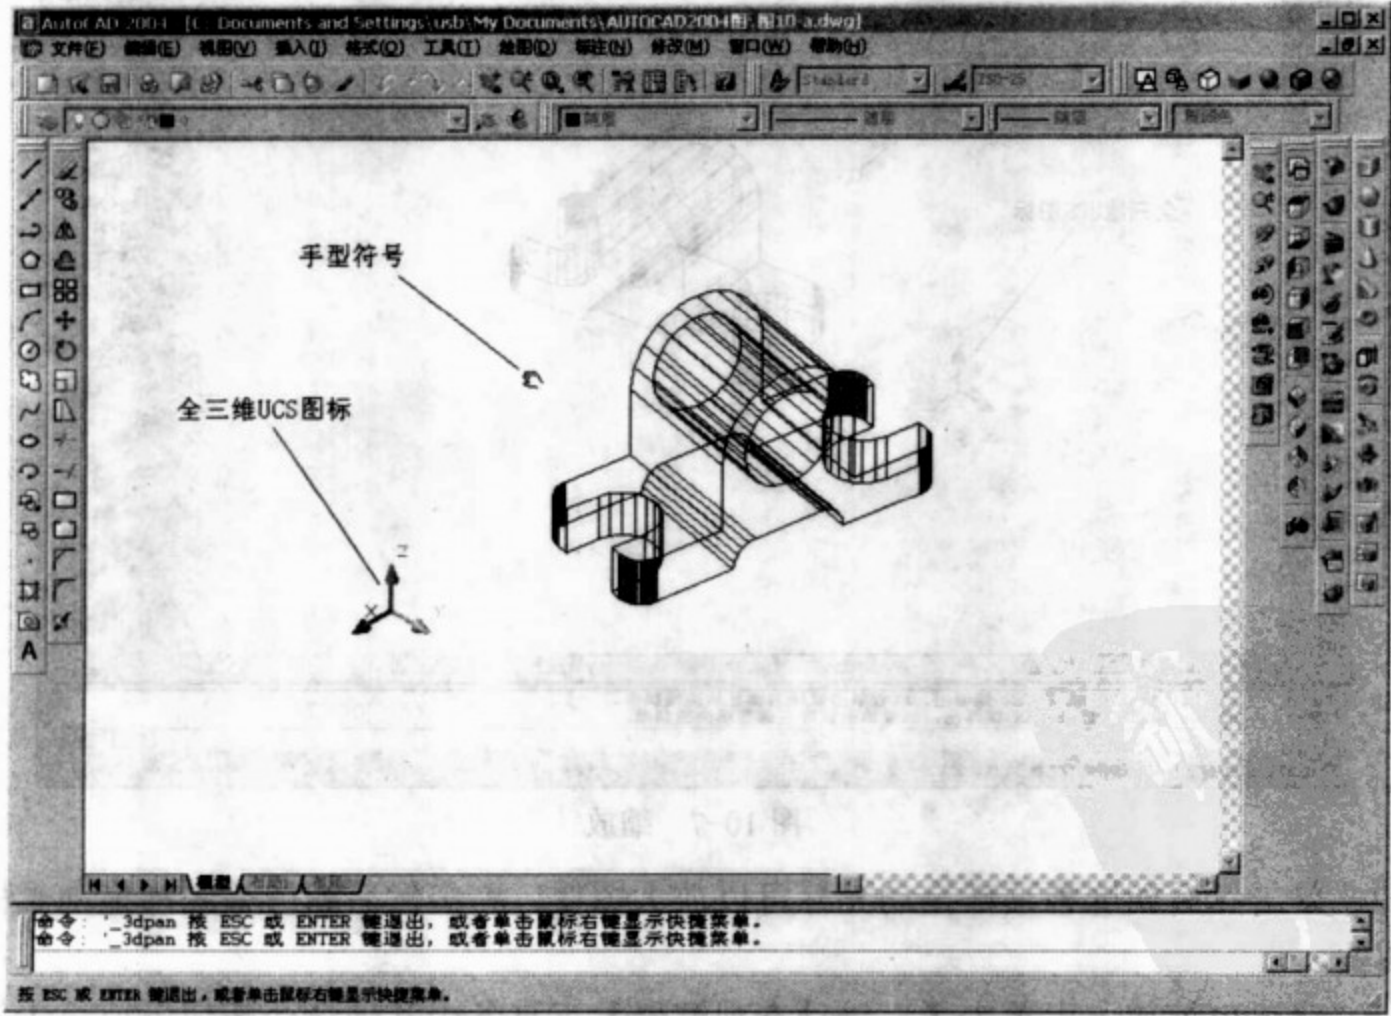

图 10-6 平移
(1) 单击【三维动态观察器】工具条【平移】命令按钮，光标变为手形符号，如图 10-6 所示。